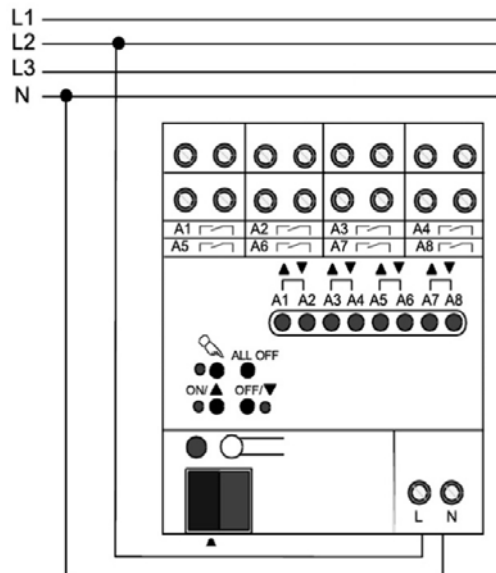

Fig. 1: Elektrischer Anschluss der Netzspannungsversorgung
- Der Busanschluss (Standard-Busklemme) und der Anschluss der Netzspannungsversorgung ist gemäss Fig. 1 vorzunehmen (Anschlussbeispiel).